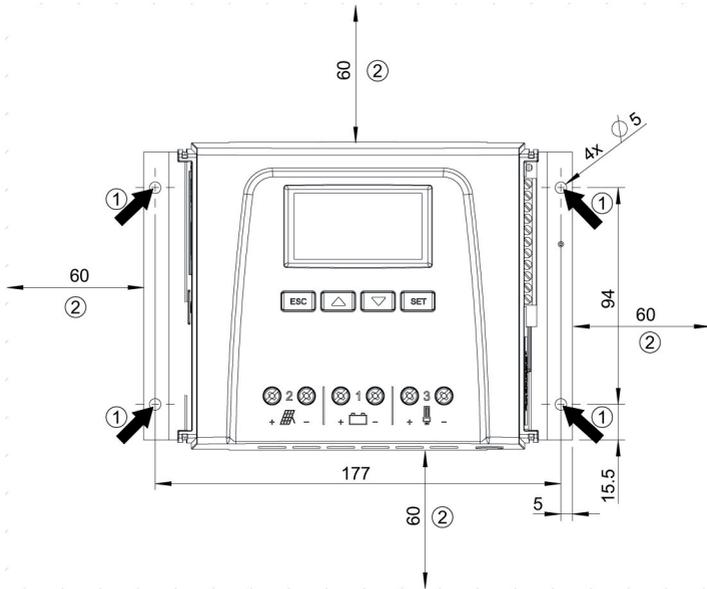

Fig. 10 Orificios de fijación ① y espacios libres ②
- Alrededor de todo el regulador debe haber un espacio libre de como mínimo 60 mm. El espacio libre hace referencia al regulador sin cubiertas; véase ② en Fig. 10.
- No realizar ninguna perforación a través de los orificios de fijación ① (Fig. 10).
3. ➔ Colocar el regulador horizontalmente sobre la superficie de montaje y marcar los orificios de montaje a través de las correspondientes aperturas ①.